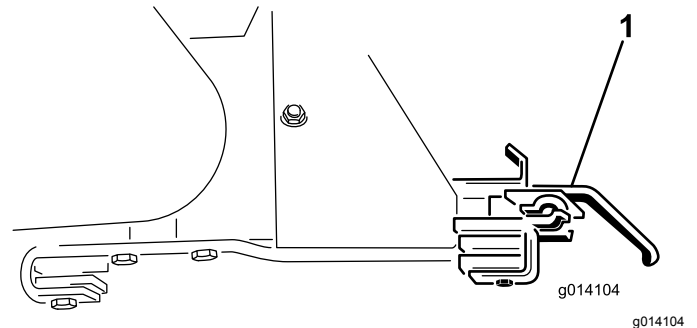

Рисунок 59
18. Снимите 2 монтажных кронштейна дополнительного орудия (Рисунок 59).